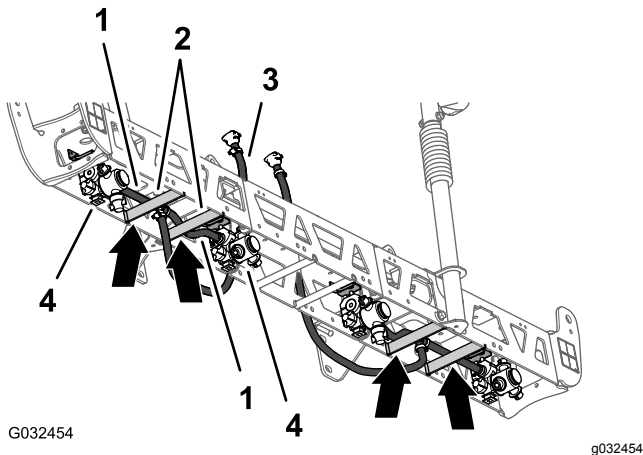
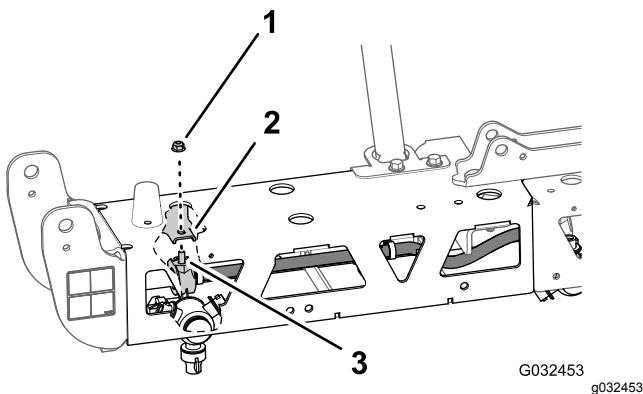

図 57
図 58
1. ホース13 mm長さ25cmとノズルのアセンブリを、外側トラスのブレースの間に通す 図 57。
2. ホースとノズルをトラスのブレースの上側に沿って、ブーム先端側のノズルマウントへ導く 図 57。
3. ノズルの六角ヘッドボルト5/16 x 3/4 インチをノズルマウントの穴に通してノズルをマウントに仮止めするジオリンクスプレースシステム仕上りキットにあるフランジロックナット5/16 インチを使用する 図 58。
4. もう一方のホース13 mm長さ25cmとノズルのアセンブリを、外側トラスのブレースの間に通す 図 57。
5. ホースとノズルをトラスのブレースの上側に沿って、ブーム根元側のノズルマウントへ導く 図 57。
6. ノズルの六角ヘッドボルト5/16 x 3/4 インチをノズルマウント 図 58の穴に通してノズルをマウントに仮止めするステップ1と4 スプレーのノズルを取り外す \(ページ 22\)で外したフランジロックナット5/16 インチを使用する。
8. ホースとバーブ付きカップラ 13 x 810mm 1/2 x 32 インチを、センターブームの左右のサポートブラケットのある側へ導く 図 57。
9. もう一方の外側トラスのホースノズルアセンブリについても、ステップ 18 の作業を行う 図 57 と 図 58。